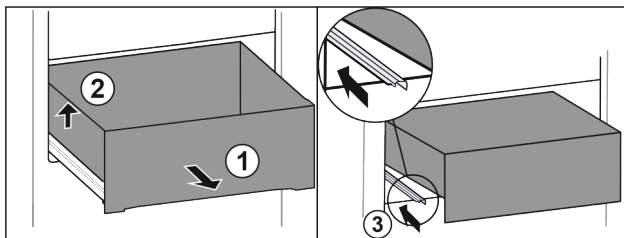

Fig. 89
- ▶ Изтеглете чекмеджето докрай. Fig. 89 (1)
- ▶ Повдигнете чекмеджето отляво. Fig. 89 (2)
- ▶ Вкарайте лявата релса. Fig. 89 (3)